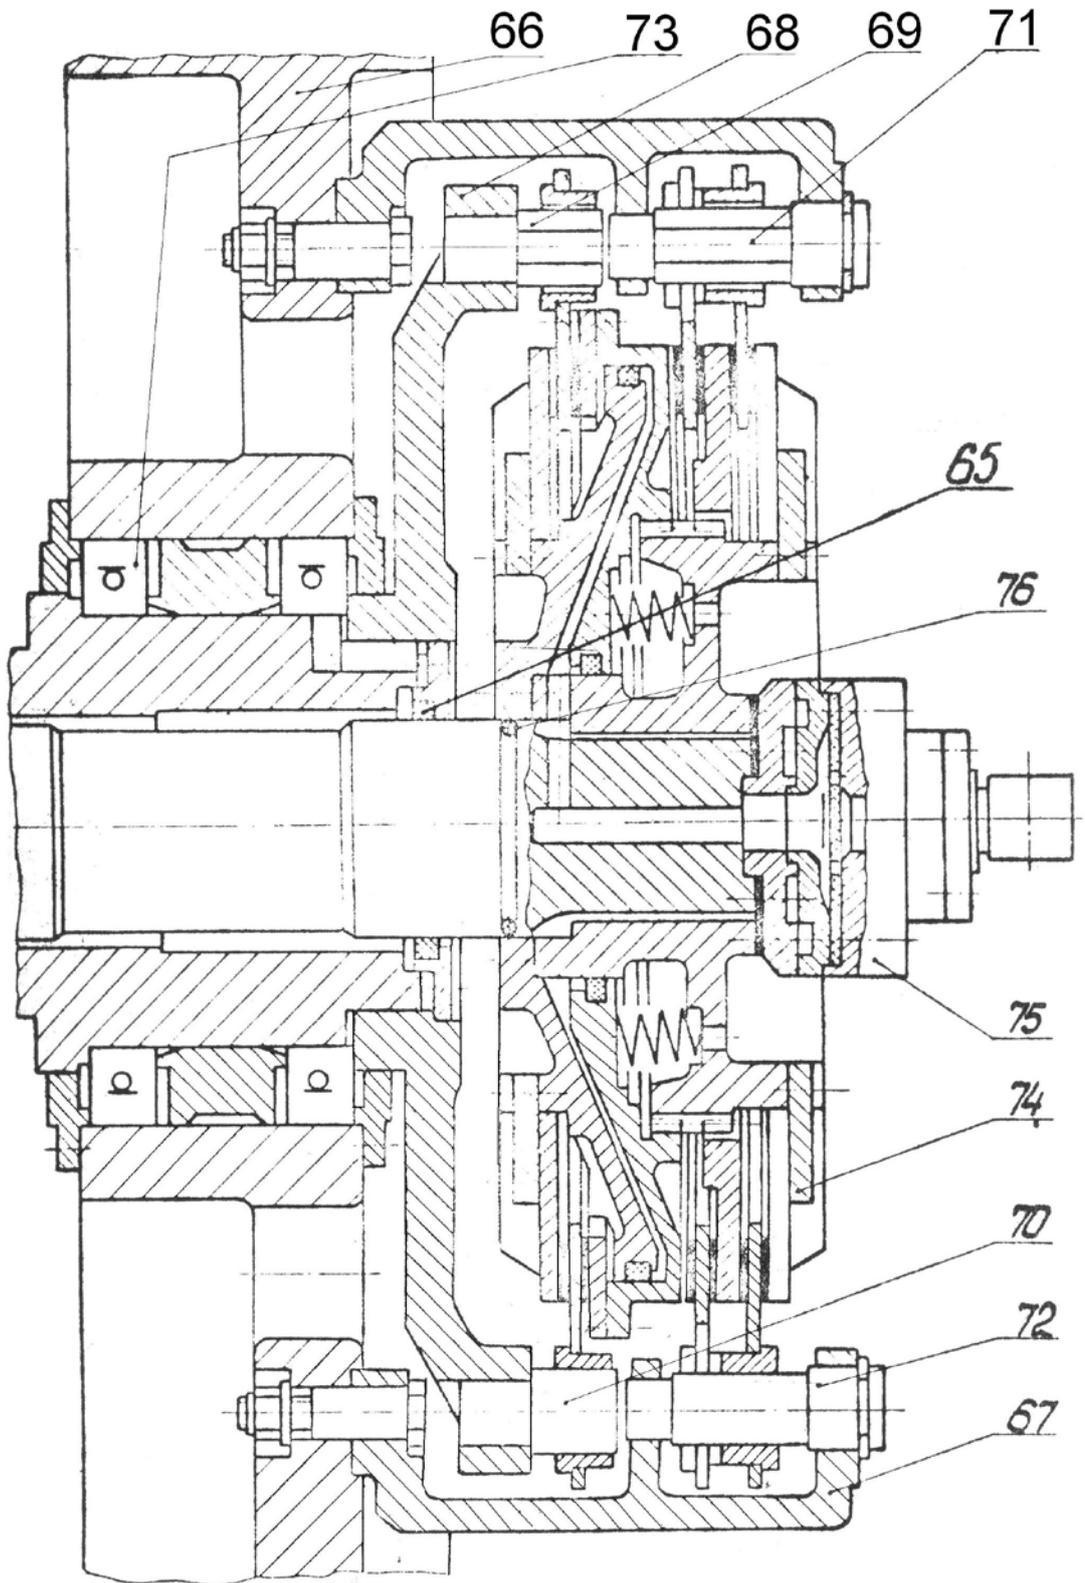
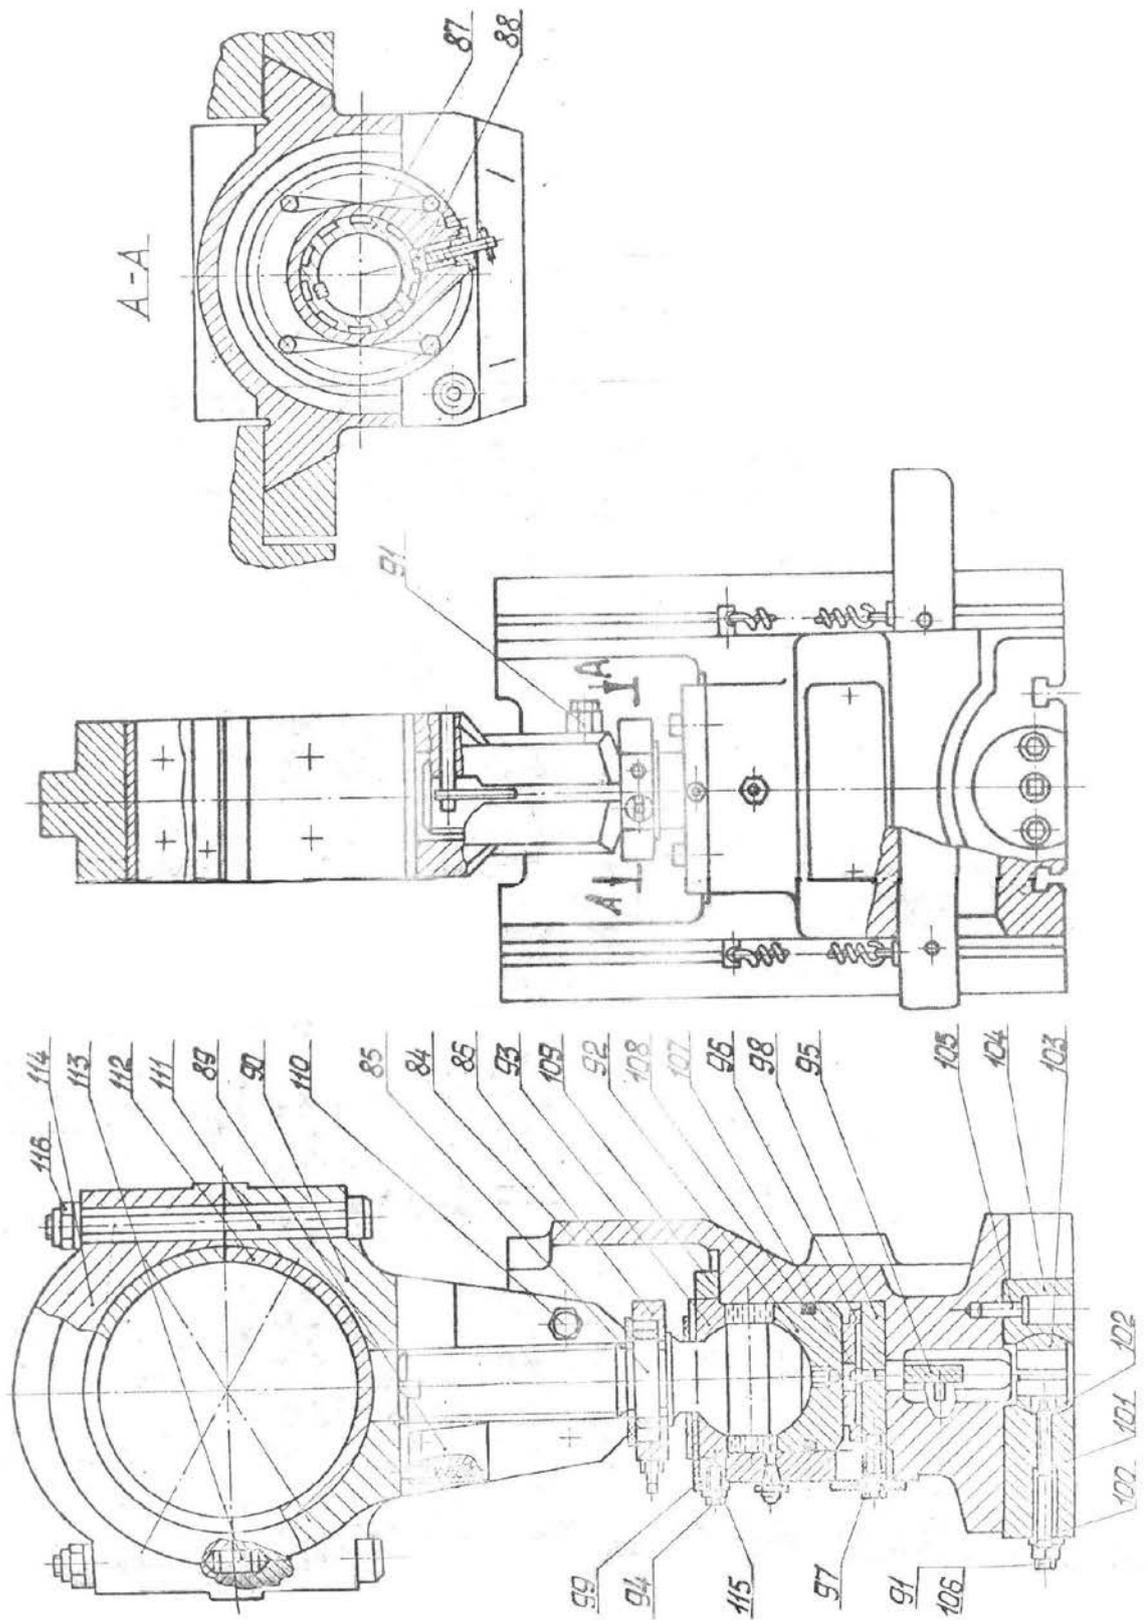

Рис.8 Установка муфты-тормоза.
Рис. 10 Ползун.
Привод прессы осуществляется от электродвигателя 56 через клиноременную передачу 57, маховик 66 (рис. 8) с вмонтированной в него муфтой-тормозом на эксцентриковый вал 77 (рис.9) к ползуну 84 (рис. 10).
5.2.4. Установка муфты-тормоза (рис. 8).
5.2.6. Ползун (рис. 10)